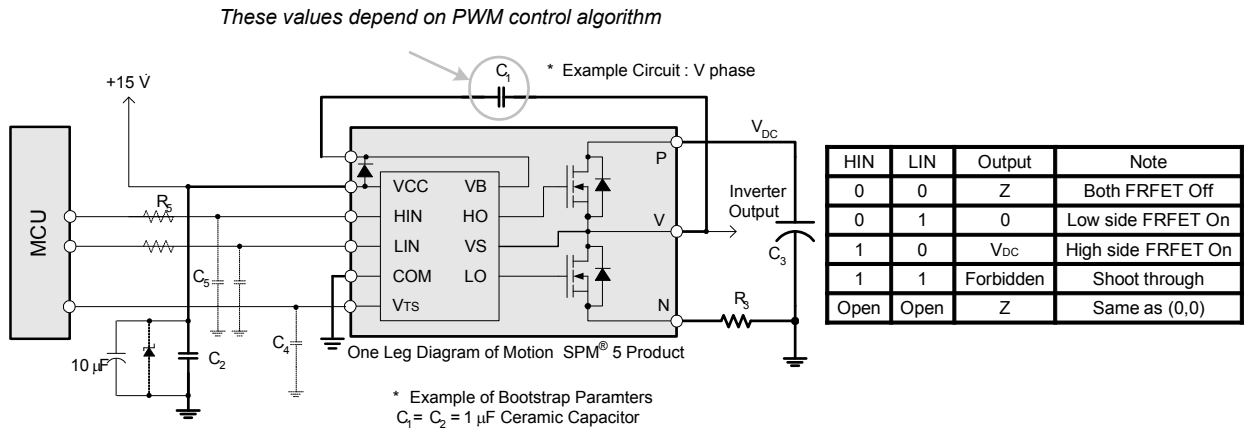

图 3. 推荐的 MCU 接口和自举电路及其参数
3. 每个低端 MOSFET 的源极端子与 Motion SPM® 5 中的电源接地或偏压接地不连接。外部连接应当如图 3 所示。